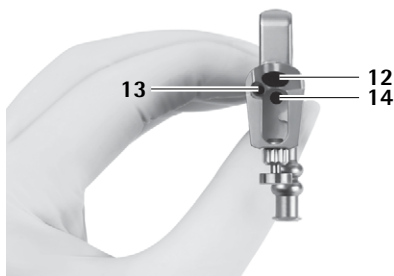

Abb. 1
- Obturator für ovalen Arbeitskanal 7 in Arbeitskanal 12 einführen, siehe Abb. 1.
Durch den Spülkanal erfolgt eine permanente Spülung. Der Ablauf der Spülflüssigkeit erfolgt über den Arbeitskanal groß 12 und den Arbeitskanal klein 13, siehe Abb. 1.